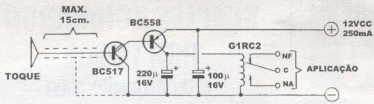

Fig. 1
- FIG. 1 - DIAGRAMA ESQUEMÁTICO DO CIRCUITO - Nada mais do que um amplificador de ganho *muito* (mas *muito mesmo*...) elevado, estruturado numa espécie de *hiper-Darlington* formado pelo acoplamento direto (economia absoluta de componentes extras, de